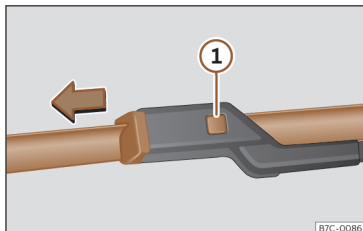

Fig. 180 Substituição das escovas do limpa-vidros.
- Mantenha pressionado o botão de desbloqueio >>> Fig. 180 ① puxando ligeiramente pela escova no sentido da seta.